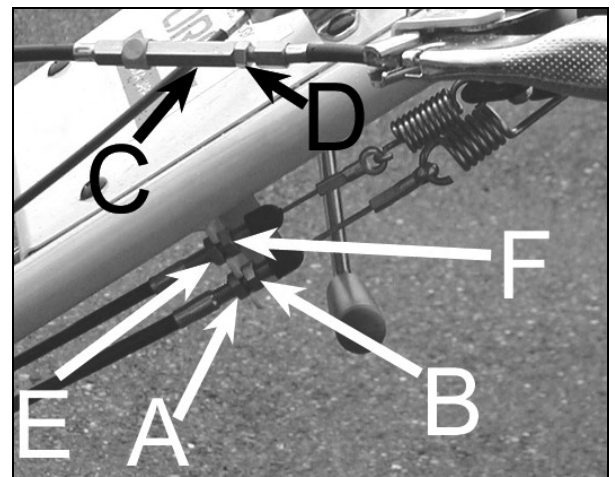

Figura 23
- Se la macchina non si mette in movimento o la cinghia di trasmissione slitta con la leva premuta, regolare la tensione del cavo come segue: svitare il controdado (A figura 23) e avvitare il dado B. Verificare il funzionamento della leva. Se necessario regolare ulteriormente. Quando la regolazione è soddisfacente serrare il controdado A sul dado B.
- Se la macchina si muove quando la leva è rilasciata, regolare la tensione del cavo come segue: svitare il controdado (A figura 23) e svitare il dado B. Verificare il funzionamento della leva. Se necessario regolare ulteriormente. Quando la regolazione è soddisfacente serrare il controdado A sul dado B.
- Se è possibile spostare la macchina quando la leva frizione avanzamento è rilasciata, regolare la tensione del cavo come segue: svitare il controdado (E, figura 23) e avvitare il dado F per aumentare la tensione del cavo. Con la leva rilasciata provare a spostare la macchina. Se la macchina è sufficientemente frenata, serrare il controdado. Se è ancora possibile spostare la macchina, serrare ulteriormente il dado. Se non è possibile effettuare una regolazione soddisfacente, rivolgersi al proprio rivenditore per controllare ed eventualmente sostituire gli elementi di usura del freno.